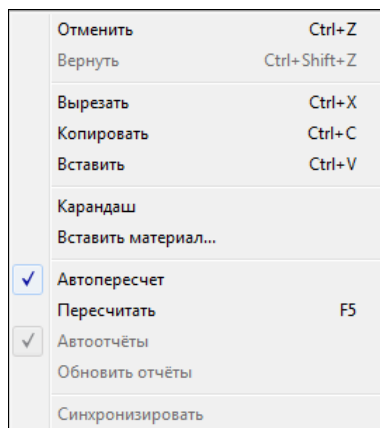

Рис. 4.59. Меню Правка
- ◆ **Правка** — операции с буфером, карандашом, команды пересчета, отчета (рис. 4.59);